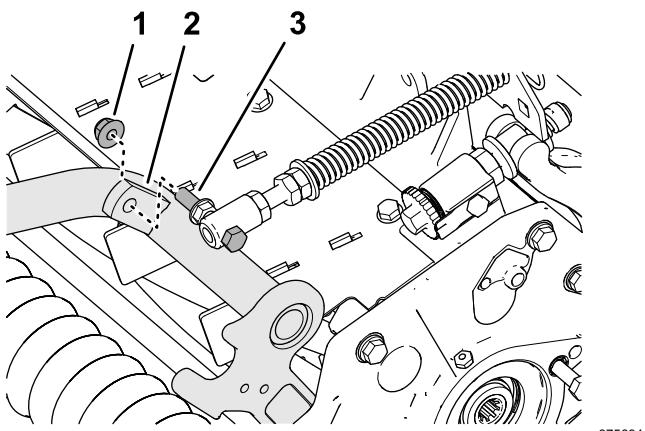

Figure 10
4. Fixez le ressort de compensation sur la patte droite du bâti porteur (Figure 10) avec le contre-écrou à embase ($\frac{3}{8}$ ').